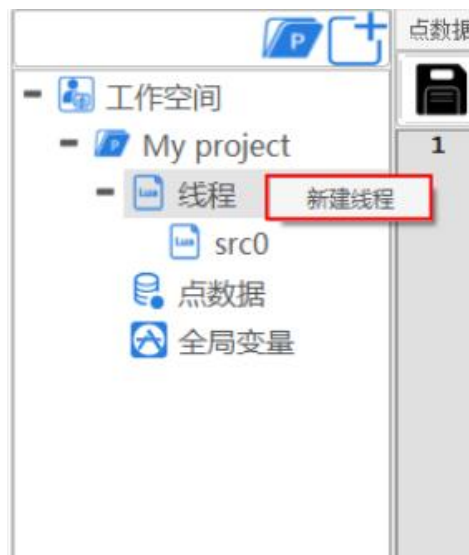

图 3.13 创建工程
**步骤 3** 根据实际需求创建多个任务,如图 3.13所示。单击“线程”右键选择“新建线程”,最多支持创建5个线程。